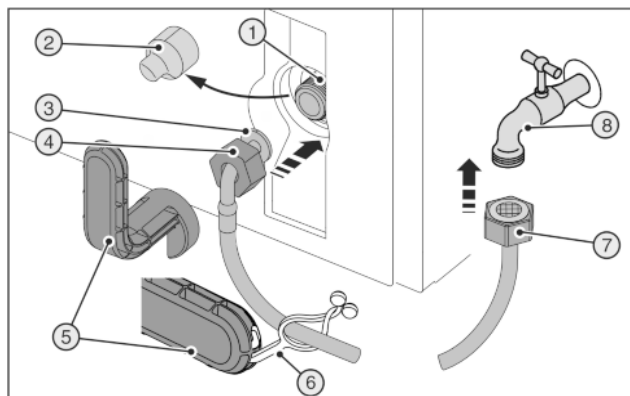
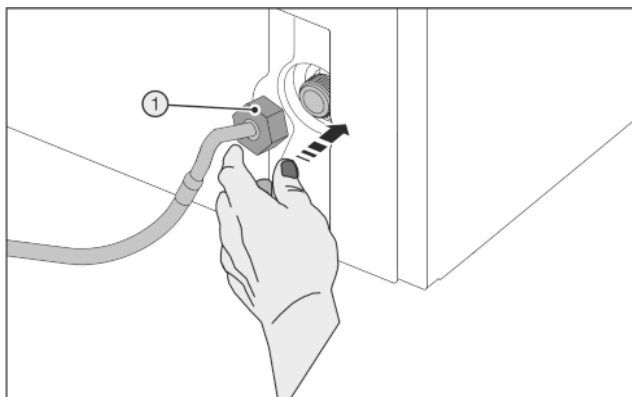

Fig. 45
Fig. 46
Strumento ausiliario rotto Fig. 45 (5)!
- Utilizzare strumenti ausiliari Fig. 45 (5) esclusivamente a temperatura ambiente.
- Togliere la copertura Fig. 45 (2).
- Montaggio facilitato: posare l'estremità dritta del tubo Fig. 45 (7) a sinistra sul pavimento.
- Spingere il dado Fig. 45 (4) sull'estremità angolata del tubo Fig. 45 (3) fino alla fine e serrare.
- Applicare con cura il dado Fig. 46 (1) e avvitare con due dita direttamente sul filetto, finché non è perfettamente in sede.
- Serrare il dado Fig. 46 (1) in senso orario con lo strumento ausiliario Fig. 45 (5) fino a raggiungere la coppia massima e a spanare lo strumento ausiliario Fig. 45 (5).
- avvitare il dado Fig. 45 (7) sul rubinetto d'intercettazione Fig. 45 (8).
- Serrare il dado Fig. 45 (7) in senso orario con lo strumento ausiliario Fig. 45 (5) fino a raggiungere la coppia massima e a spanare lo strumento ausiliario Fig. 45 (5).
- Aprire il rubinetto d'intercettazione Fig. 45 (8) dell'alimentazione dell'acqua e controllare la tenuta dell'intero impianto dell'acqua.
- Agganciare la linguetta Fig. 45 (6) nello strumento ausiliario Fig. 45 (5) e fissare al tubo d'acciaio inox per conservarlo.